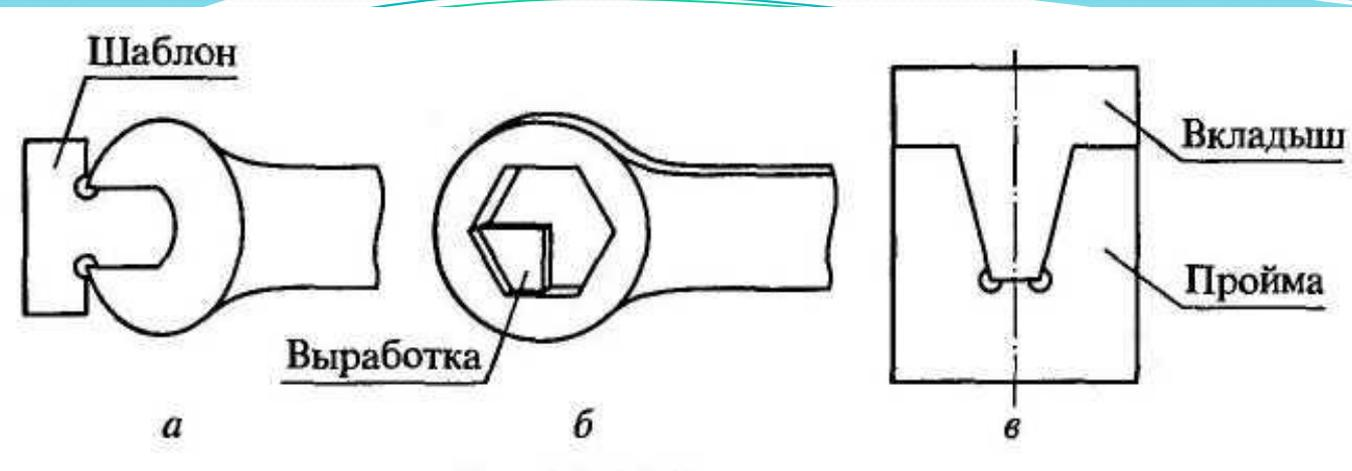

Рис. 4.1.
- Особенность операции распиливания- контроль качества обработки (размеров и конфигурации) производится специальными проверочными инструментами - шаблонами, выработками, вкладышами и т.д. (рис. 4.1) наряду с применением универсальных измерительных инструментов.